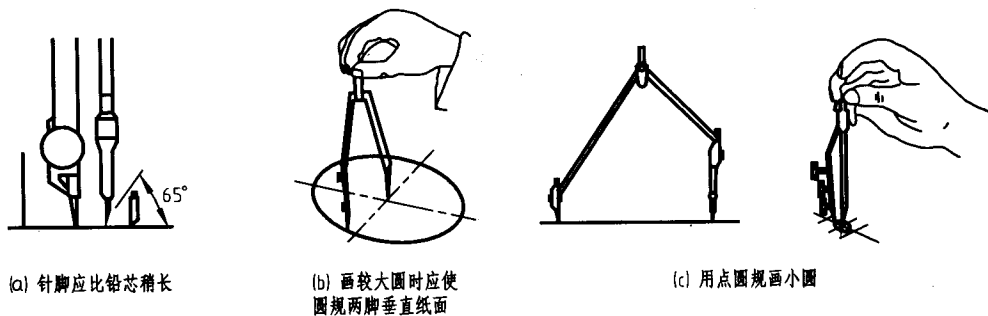

图 1-5 圆规的使用方法
(1) 圆规是用来画圆及圆弧的工具 (图 1-5)。使用方法见图 1-5 中的 (a)、(b)、(c)。